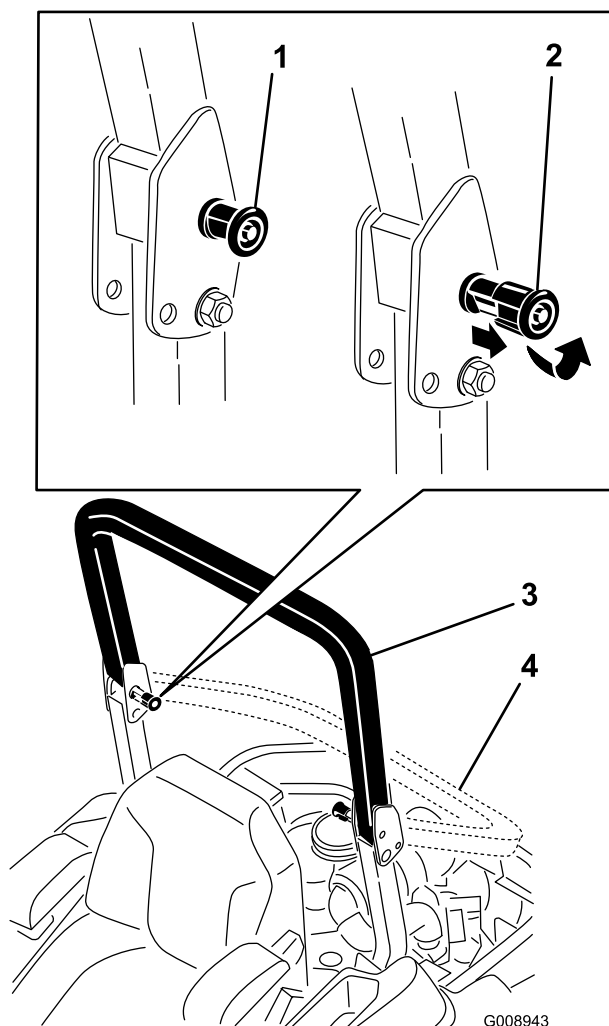

Figure 8
2. Tirez sur les deux boutons et tournez-les à 90° pour les désengager (Figure 8).
3. Faites pivoter l'arceau de sécurité à la position abaissée (Figure 8).
4. Pour relever l'arceau de sécurité à la position d'utilisation, tournez les boutons de sorte à les déplacer partiellement dans les rainures (Figure 8).
5. Redressez l'arceau de sécurité en position relevée tout en poussant dessus ; les goupilles s'engagent en position quand les trous sont en face (Figure 8). Appuyez sur l'arceau de sécurité et vérifiez que les deux goupilles sont engagées.